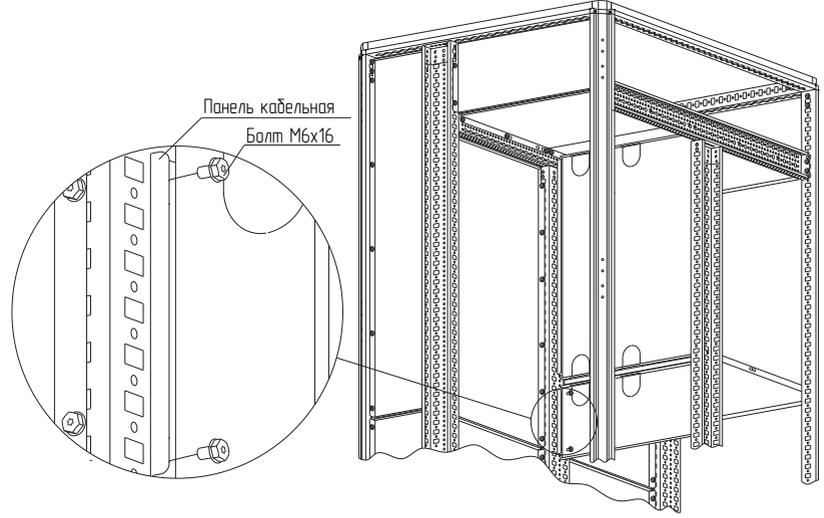

Рисунок 63
– вариант 2. Установить панель кабельную на нужной высоте (рисунок 63) и закрепить на стойках каркаса болтами М6×16. Момент затяжки – 7 Н·м. Болты приобрести отдельно.